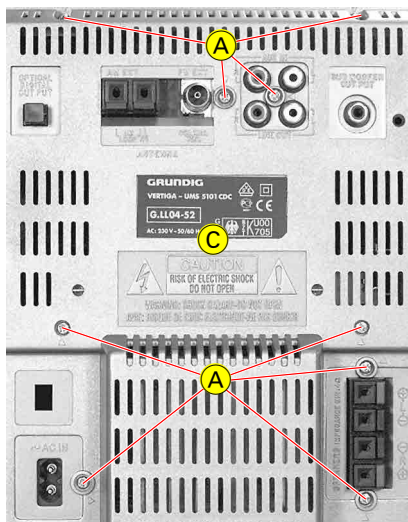
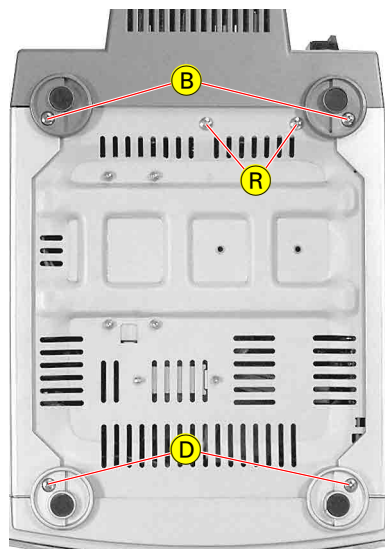

Fig. 1
Fig. 2
- 9 Schrauben (A) (Fig. 1) und 2 Schrauben (B) (Fig. 2) herausdrehen.
- Rückwand (C) abziehen.
- 2 Schrauben (D) (Fig. 2) herausdrehen.
- 2 Schrauben (R) (Fig. 2) herausdrehen.
- Undo 2 screws (R) (Fig. 2).